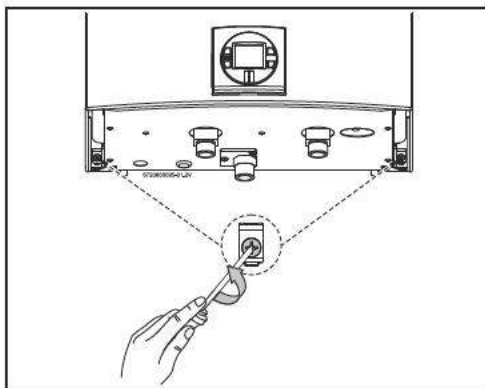

Рис. 23 Ослабьте два винта
- ▶ Ослабьте два винта с крестообразной головкой в правой нижней части панели (Рис. 23 ).